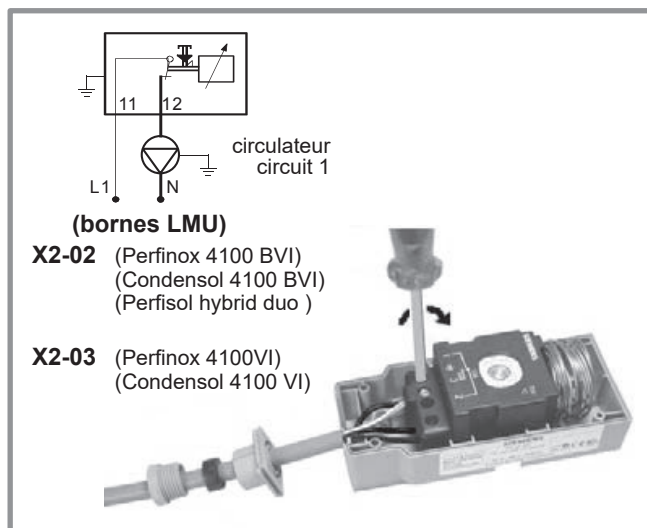

Figure 4 - Raccordements électriques - gamme 4100
- Effectuer les raccordements suivant les schémas *Figure 4* et *Figure 5*.